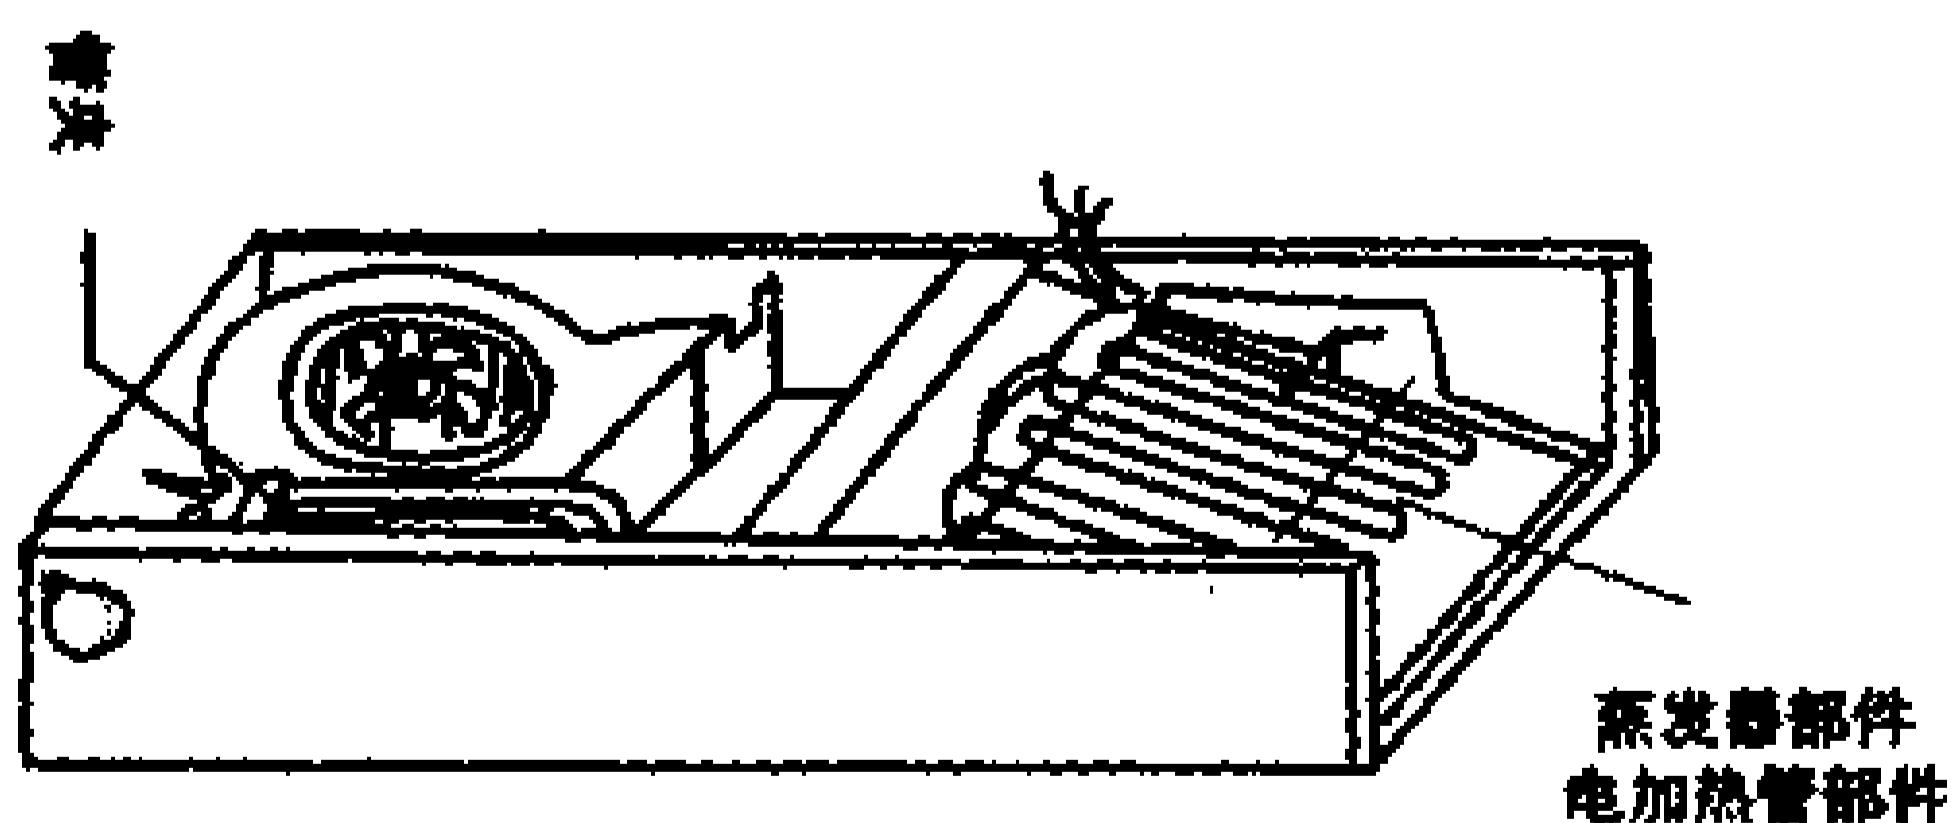
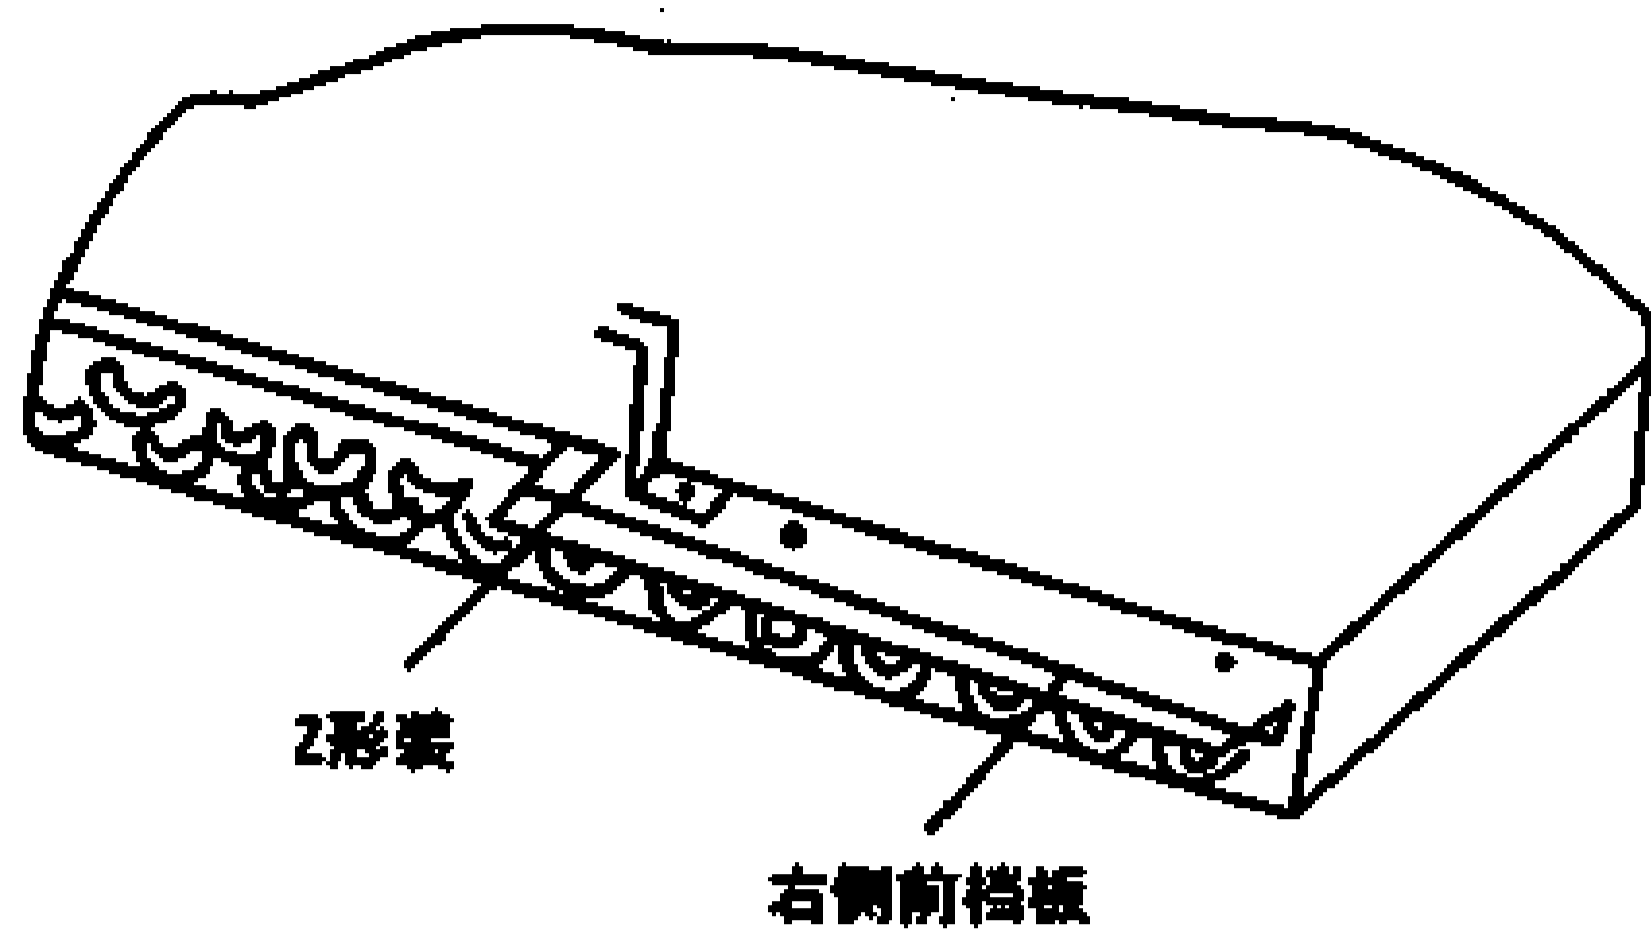
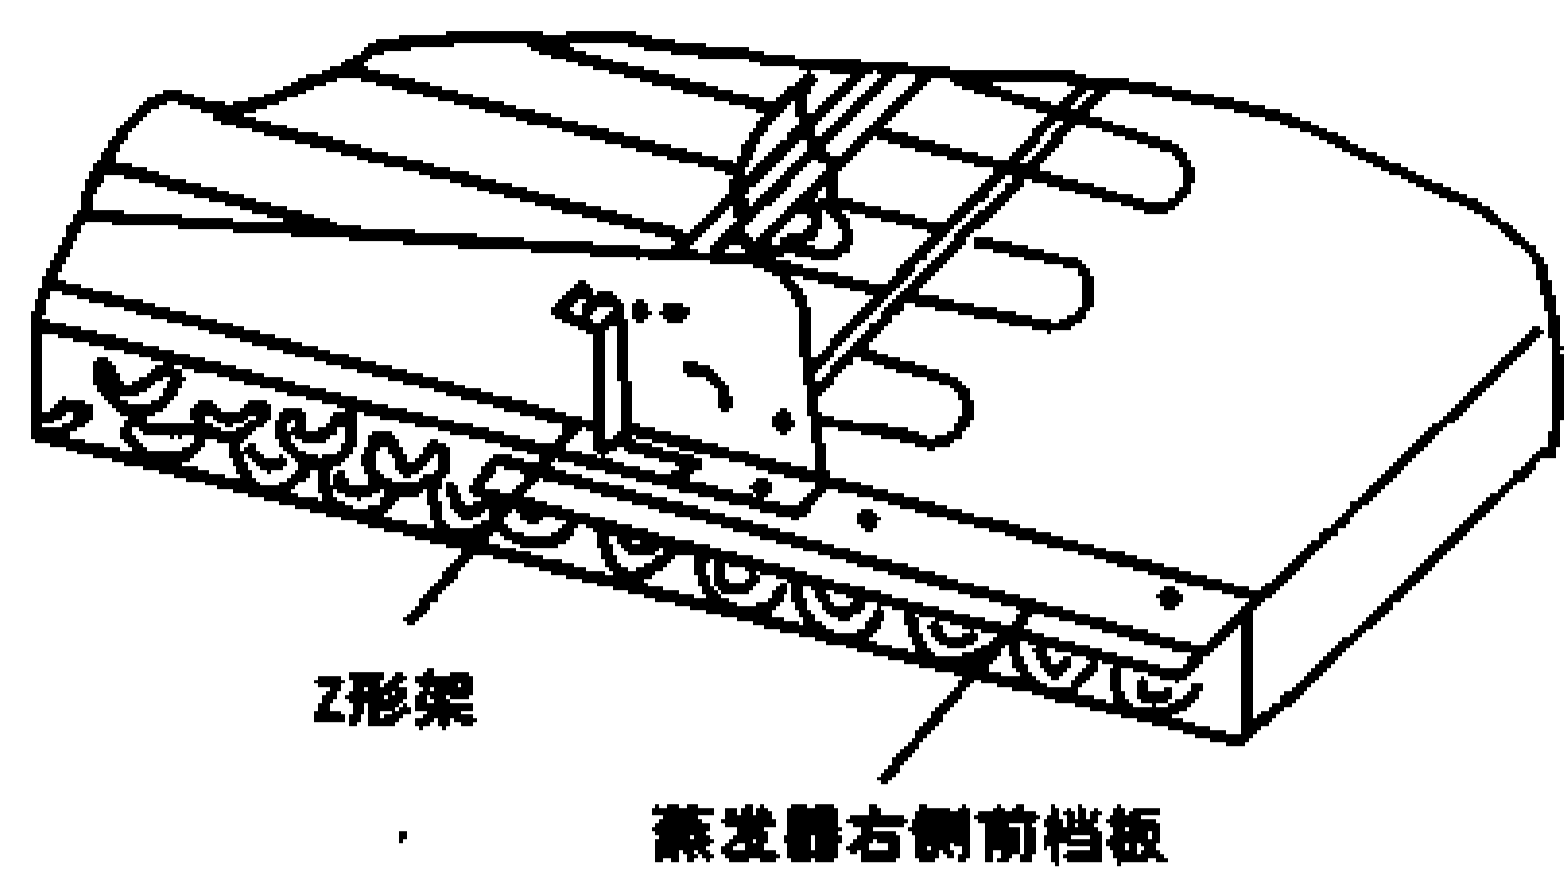

图 17-2-11
图 17-2-12
图 17-2-13
见图 17-2-11，图 17-2-12，图 17-2-13。
(9) 冷暖三相三匹 (KFR-75LW/B) 与冷暖五匹 (KFR-120LW/B，五匹无单相) 两种机型有辅助发热管，其它机型无。从图 17-2-11 可见到辅助发热管，即电加热管。
(10) 三匹机要拆开蒸发器右侧前档板，才能见到管温感温头。五匹机可直接见到管温感温头，见图 17-2-12。
(11) 图 17-2-13 是三相冷暖机装有电加热的蒸发器部件。
(12) 电加热部件是在制热时设定温度高于室温 7°C 以上时工作。采用三相电源，“Y”型（星型）接法，每一条发热管承受220V电压。电加热部件有两个 120°C 断开、不可恢复的热熔断器串联在主电路中。在一个 70°C 跳开、 50°C 恢复的双金属片热开关串联在电热继电器的线圈线路中。